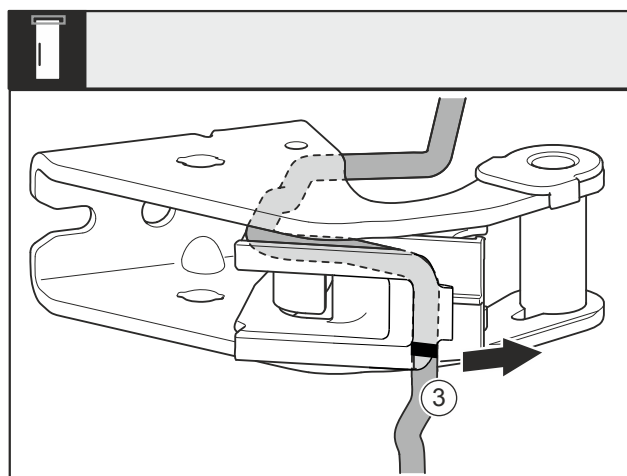

Fig. 28
- ▶ Demontirajte kabel s držačem kabela Fig. 28 (3) s ležajnog postolja.